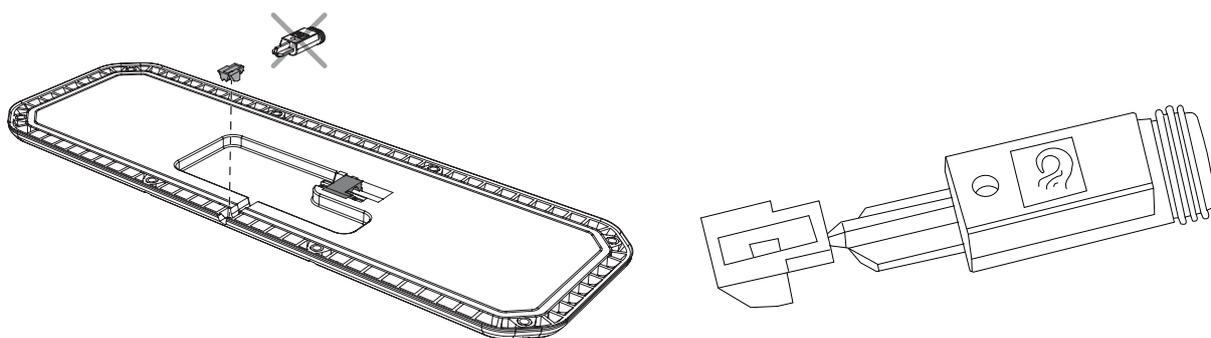

Figura 45. Montaje del tapón para sellar el UCU.
4. Suelte con cuidado la parte exterior del tapón y encaje la toma. Véase la Figura 45